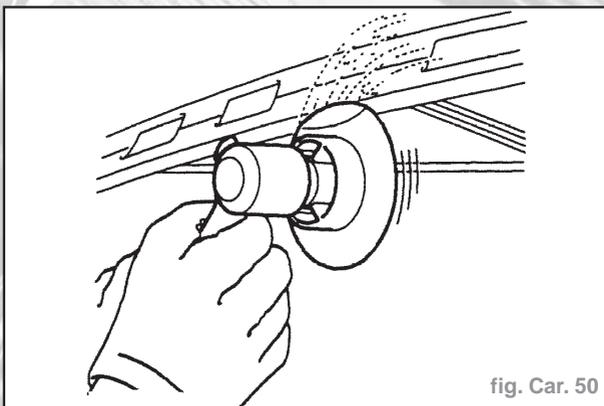

fig. Car. 50
- Avant le soudage, préparer les bords d'assemblage du panneau neuf en les ponçant jusqu'à ce que le métal nu soit brillant. Ces opérations sont requises sur les surfaces extérieures et intérieures (Fig. Car. 50).